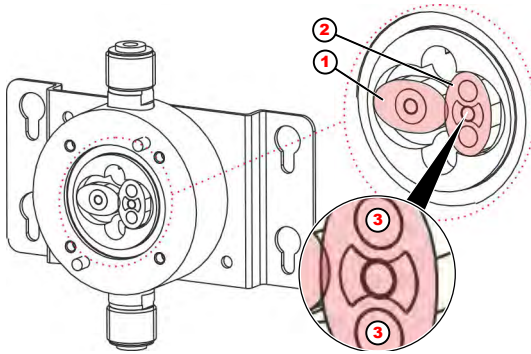

Fig. 22 : Sélectionner [Compteur à roues ovales]
Les roues ovales doivent être posées de telle sorte qu'elles soient décalées exactement de 90° l'une par rapport à l'autre (Fig. 22 , point 1 + point 2) .
1. ➤ Après le nettoyage / remplacement, installer les roues ovales décalées de 90° l'une par rapport à l'autre (Fig. 22 , point 1 + point 2) .
La roue ovale munie d'aimants soudés (Fig. 22 , point 2) doit être placée sous le capteur dans le couvercle. Les plaques de cette roue ovale doivent être orientées vers le bas.